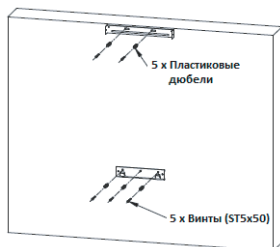

Рис. 4
2. Закрепите кронштейн и держатель воздуховода на стене с помощью пластиковых дюбелей. (Рис. 4)